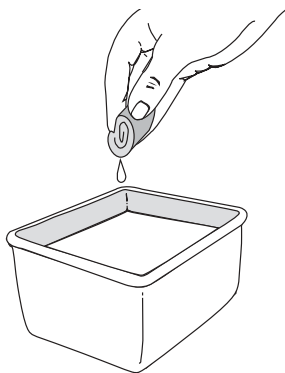

Fig. 9
4. Lave el filtro en detergente y agua. Enjuague el filtro completamente y déjelo que se seque (Fig. 9).